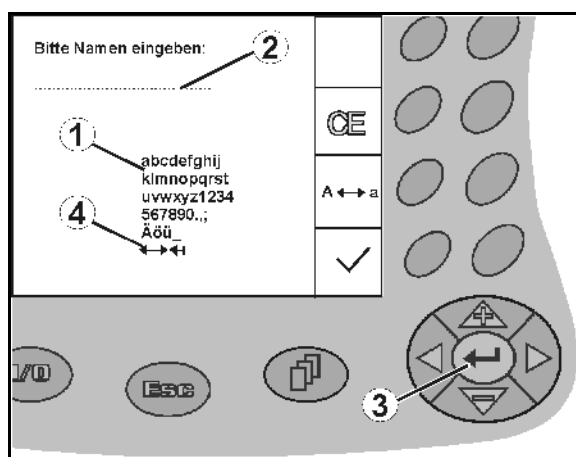

Fig. 12
När text och siffror ska matas in i **AMATRON⁺** visas inmatningsmenyn (Fig. 12).
I displayens nedre del visas ett urvalsfält (Fig. 12/1) med bokstäver, siffror och pilar som kan överföras till inmatningsraden (Fig. 12/2) (text eller siffror).
och/eller siffror i urvalsrutan (Fig. 12/3).
-  Bekräfta valet (Fig. 12/3).
Med pilarna  i urvalsfältet (Fig. 12/4) kan markören flyttas på inmatningsraden.
Pilen  i urvalsfältet (Fig. 12/4) raderar den senaste inmatningen.